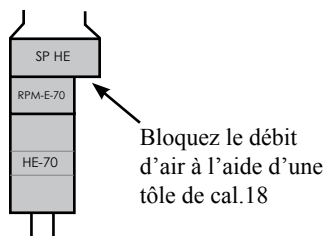

Fig. 9
4. Al instalar el SP HE en un fan coil HE-50 o HE-70, se debe realizar una transición (**Fig. 8**) o simplemente bloquear el flujo de aire con un trozo de lámina metálica (**Fig. 9**).